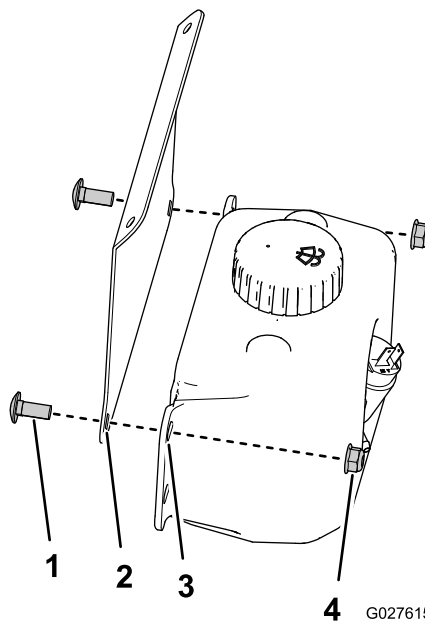

Рисунок 15
1. Установите бачок омывателя на кронштейн бачка омывателя с помощью 2 каретных болтов (5/16 x 3/4 дюйма) и 2 контргайк (5/16 дюйма), как показано на Рисунок 15.